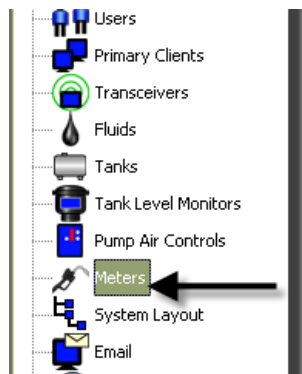

FIG. 118
1. Pour afficher l'écran principal de configuration des Compteurs, sélectionnez **Compteurs** (Meters) de la liste sur le panneau du Système Matrix (FIG. 118).